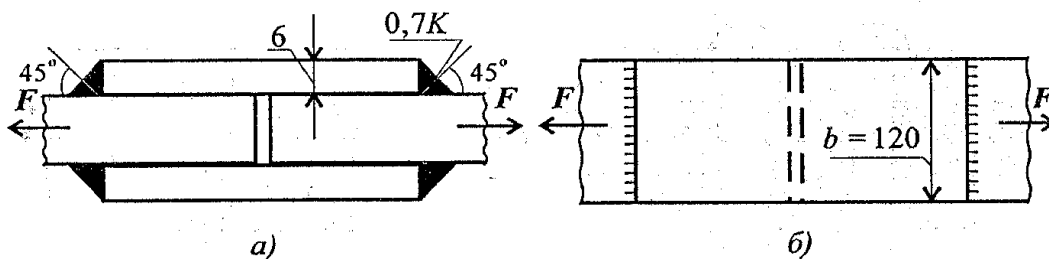

Рис. 24.4
1. Нагрузка передается последовательно через два шва слева, а далее - два шва справа (рис. 24.4). Разрушение угловых швов происходит по площадкам, расположенным под углом  $45^\circ$  к поверхности соединяемых листов.